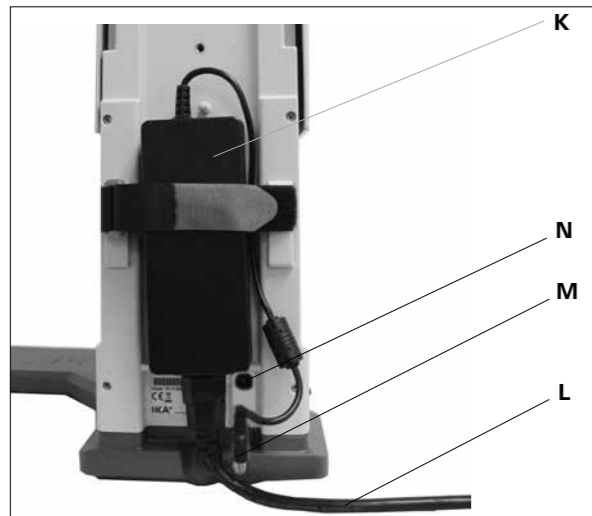

Fig. 9
3.) デスクトップスイッチを固定する (Fig. 9)
- 背面に切り替えアダプター (K) を取り付けます。切り替えアダプターの両方のツメを収縮させ、マジックテープで固定します。マジックテープは必ず切り替えアダプターの下に来るようにします。
- 低電圧コネクタ (M) をコネクタソケット (N) に接続します。(Fig. 9)
- 切り替えアダプター内の電源コード (L) を差し込み、電源に接続します。